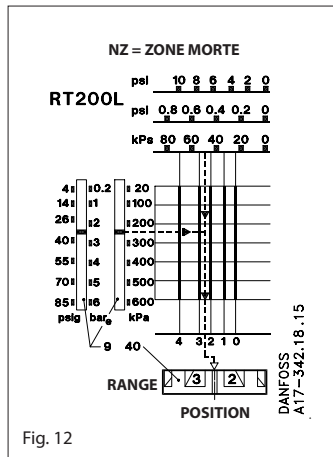

Fig. 12
Régler la zone neutre: $35 - 32 = 3$ m C.E. égal à 0.3 bar avec la molette de zone neutre (40), fig. 8 page 9. Comme il ressort du diagramme fig. 12, régler la molette juste au-dessus de 1. Le montage d'essai fig. 14 permet d'obtenir un réglage plus précis.